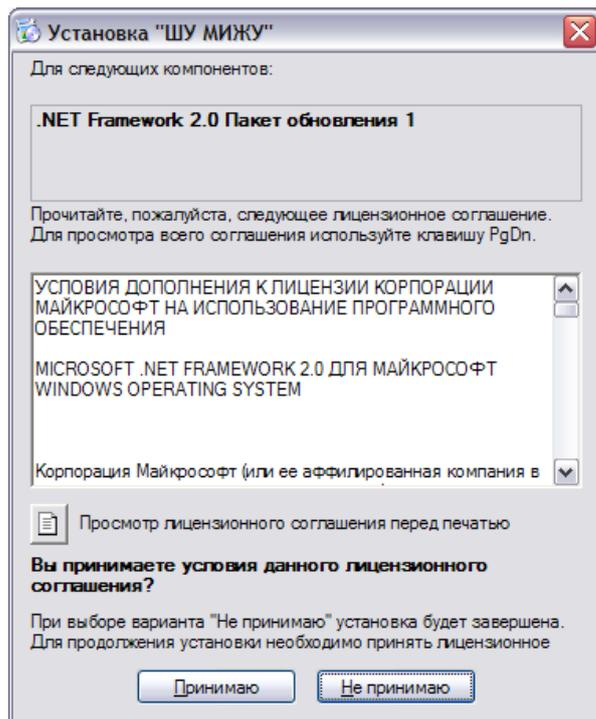

Рисунок 4 - Установка .NET Framework
- 2) Прочитайте лицензионное соглашение **MS .NET FRAMEWORK** (рисунок 4) и нажмите кнопку «**Принимаю**».